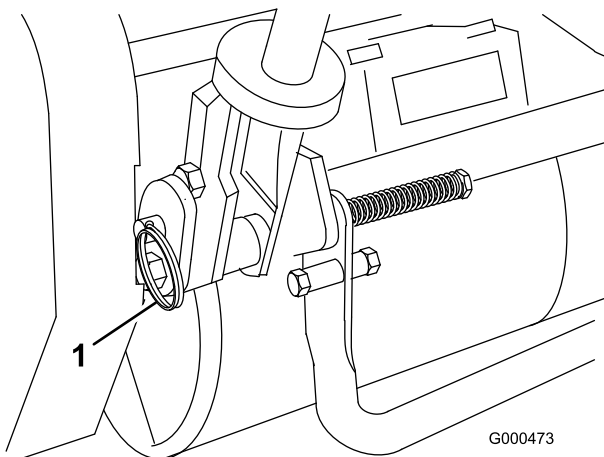

Figura 8
1. Retire o pino manilha do gancho de anel em cada lado do cortador (Figura 8).
2. Enquanto segurar no manípulo, retire o gancho de anel de cada lado e suba ou desça o manípulo até o colocar na posição desejada para a sua utilização (Figura 8).